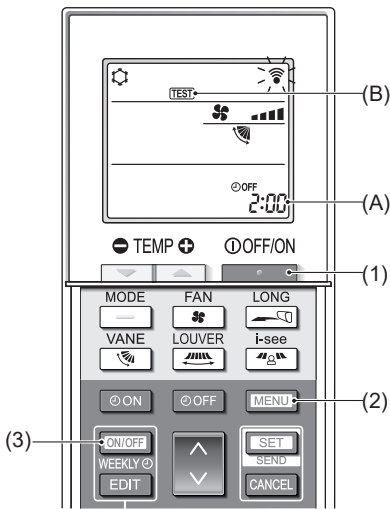

Fig. 7-5
■ Prueba de funcionamiento (Fig. 7-5)
- Se muestra **TEST** (B) y la unidad entra en el modo de prueba de funcionamiento.
- (1)**: Cambie el modo de funcionamiento entre refrigeración y calefacción e inicie la prueba de funcionamiento.
- (2)**: Cambie la velocidad del ventilador e inicie la prueba de funcionamiento.
- (3)**: Cambie la dirección del flujo de aire e inicie la prueba de funcionamiento.